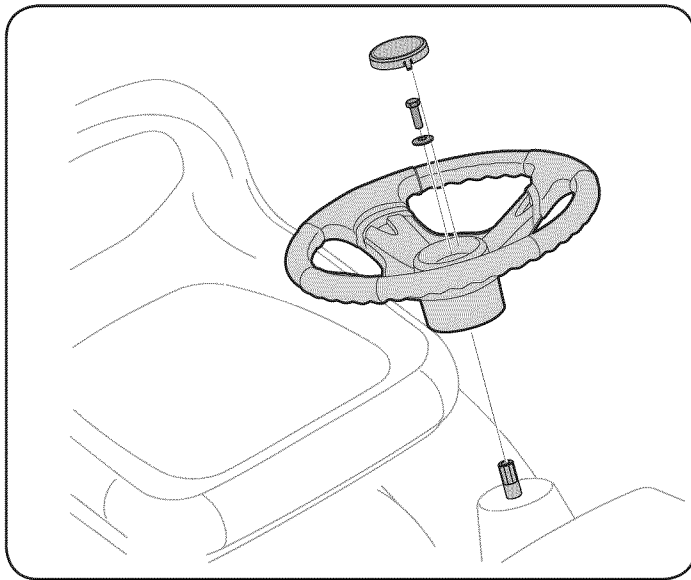

Figura 31
2. Coloque la arandela (con la parte ahuecada hacia abajo) sobre el volante y segura con el tornillo hexagonal. Véase la Figura 31.